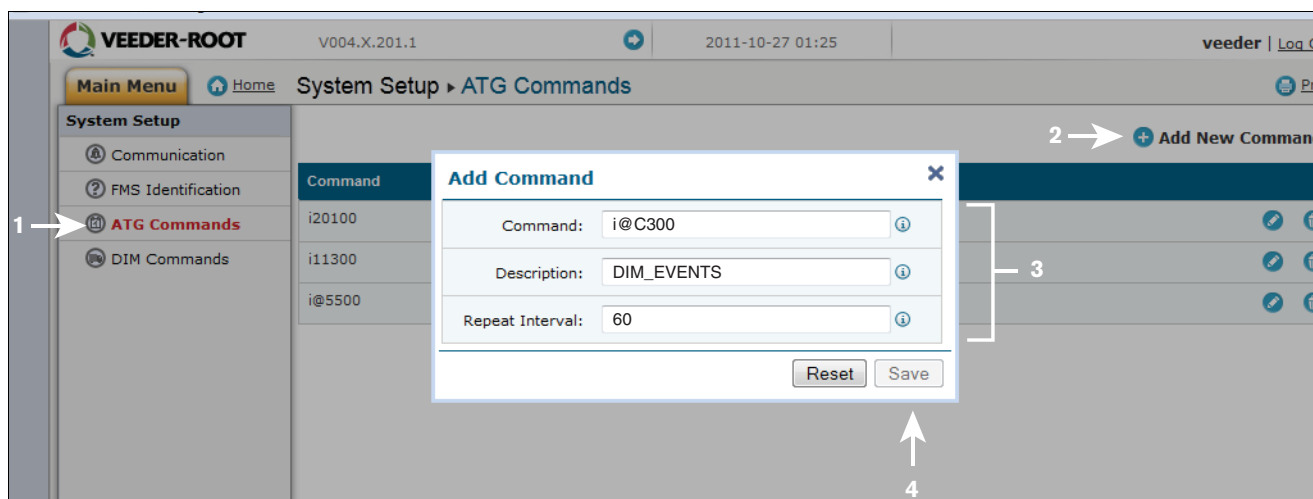

Figure B-6. Saisie d'une commande ATG
9. Accédez à l'application DLSetup en cliquant sur la flèche blanche dans un cercle bleu en haut au centre de l'écran (voir la Figure B-6). Sous « Configuration Système », cliquez sur « Commandes ATG » (1 sur la Figure B-6). Cliquez ensuite sur le texte « + Ajouter une nouvelle commande » en haut à droite de l'écran (2 sur la figure). Lorsque la boîte de dialogue d'ajout de commande apparaît, entrez la commande « i@C300 », ajoutez la description « DIM_EVENTS », définissez Répéter intervalle sur « 60 » (3 sur la figure) et cliquez sur Sauvegarder (4 sur la figure).